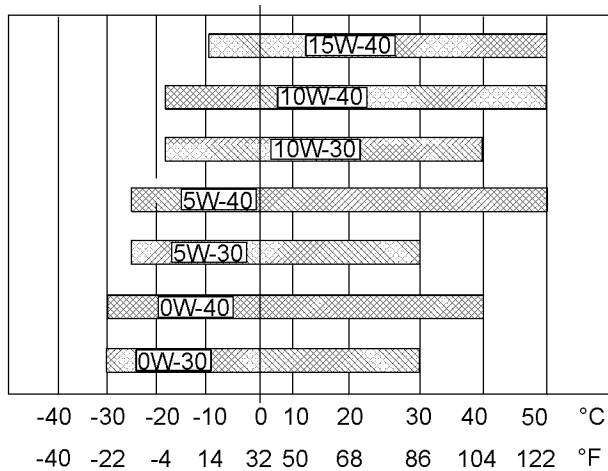

Abbildung 47
Informationen zur Bestimmung der erforderlichen Ölviskosität beim Starten eines kalten Motors sind der Abbildung 47 (Tiefsttemperatur) zu entnehmen.
Zur Bestimmung der notwendigen Ölviskosität für den Motorbetrieb bei der höchsten zu erwartenden Umgebungstemperatur siehe Abbildung 47 (maximale Temperatur).
- Siehe die entsprechenden Schmierstoffviskositäten. Siehe die entsprechende Abbildung 47, um den richtigen Viskositätsgrad für den Motor zu bestimmen.